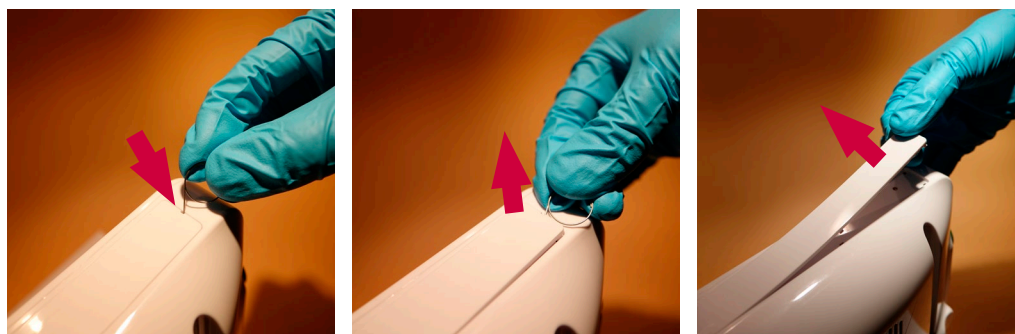

図4 ネームプレートの取り外し
- ディスプレイ装置の上部と下部にあるAmbuロゴ付きネームプレートを取り外します（図4）